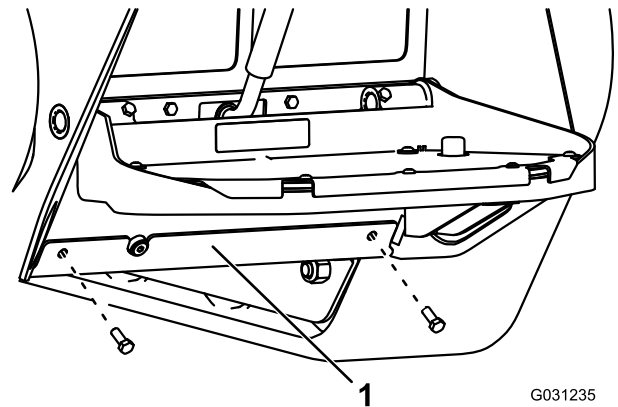

Figure 59
3. Enlevez les 2 boulons de fixation de la plaque inférieure et déposez la plaque (Figure 59).
7. Posez la plaque inférieure (Figure 59).